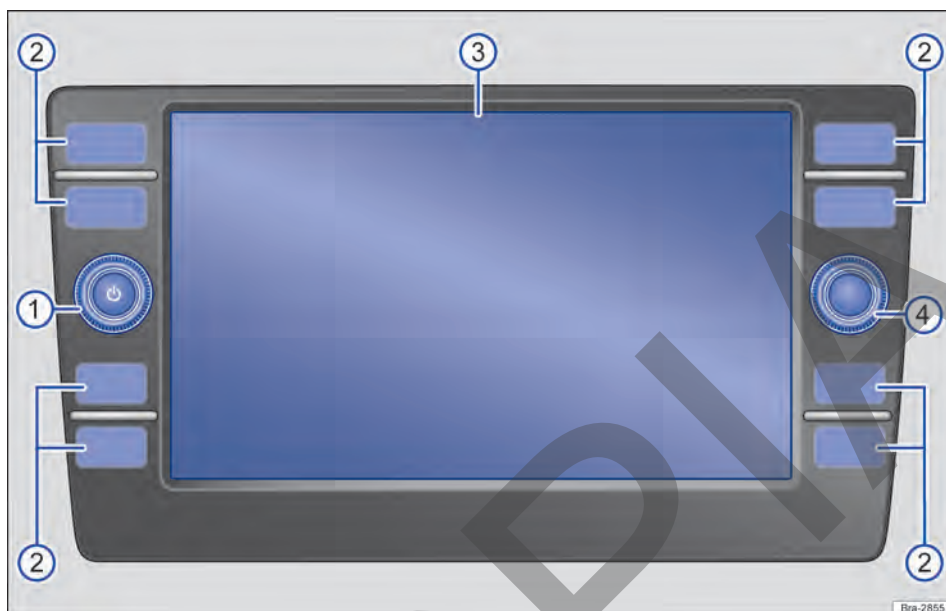

Fig. 127 Cuadro general de mandos.
El equipo está disponible en distintas versiones, que se distinguen por el rótulo y la función de las teclas de la radio → fig. 127 ②.
- ① **Mando giratorio y de presión** Ⓞ:
- ② **Teclas de la radio:** *presionar* para acceder a un botón de función.
- ③ **Display:** pantalla táctil.
- ④ **Tecla de configuraciones:** la función depende de la respectiva condición de operación.